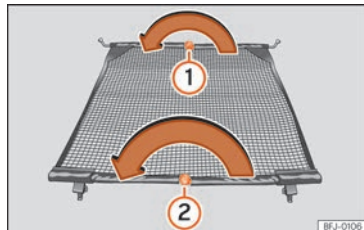

Fig. 152 Plegar la red de separación.
» **fig. 152** ① y pliegue la varilla transversal en el sentido de la flecha manteniendo el botón presionado.
» **fig. 152** ② y pliegue la varilla transversal en el sentido de la flecha manteniendo el botón presionado.